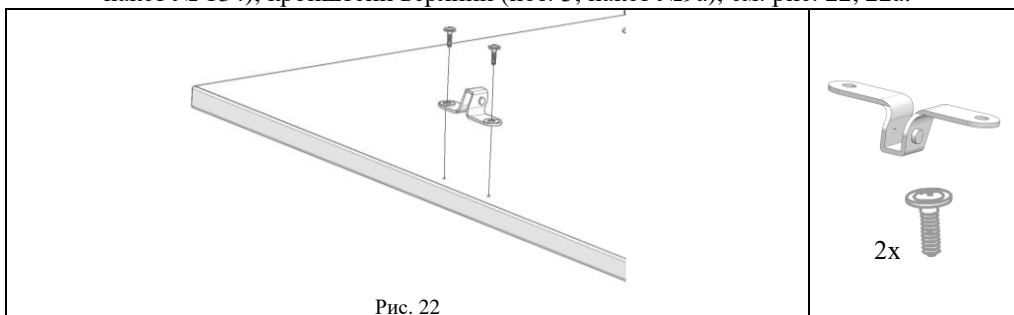

Рис. 22
5.3.5. К сборке, по п. 5.3.3, прикрутить с помощью саморезов с прессшайбой (поз.2, пакет № 134), кронштейн верхний (поз. 3, пакет №9а), см. рис. 22, 22а.
Рис. 22а